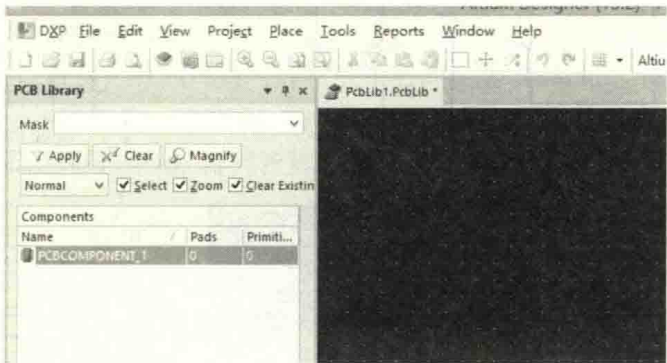

图 5-10 新建 PCB 库
(1) 执行菜单命令“File-New-Library-PCB Library”，新建一个 PCB 库，出现默认命名为“PcbLib1.PcbLib”的 PCB 库文件和一个名为“PCBCOMPONENT\_1”的元件，如图 5-10 所示。